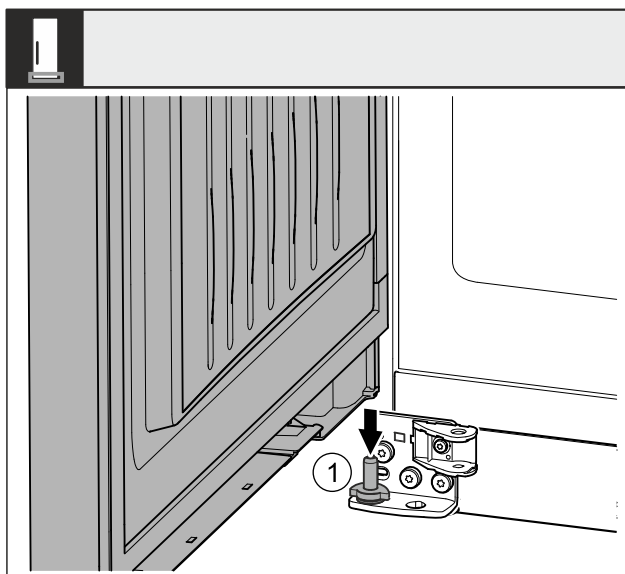

Fig. 42
- Placer la porte Fig. 42 (1) depuis le haut sur l'axe de palier inférieur.